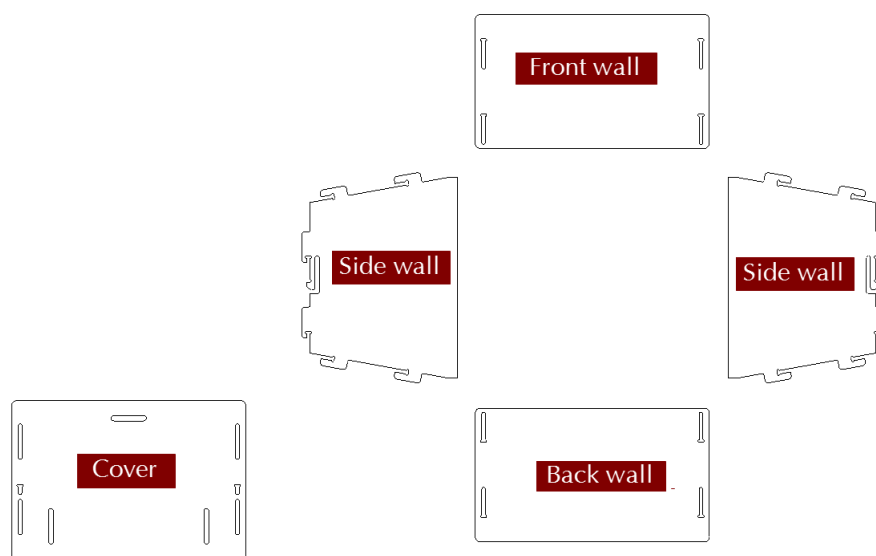
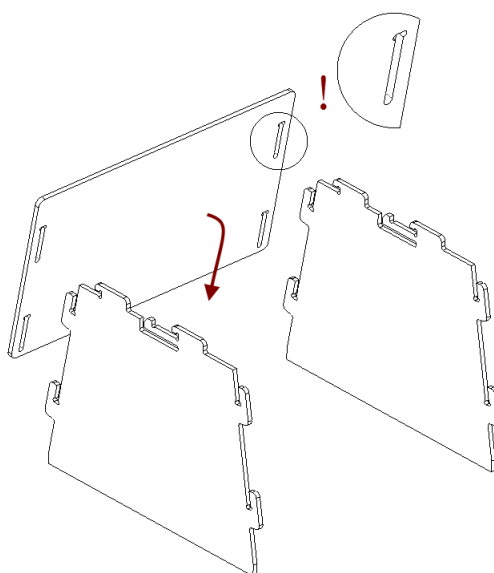
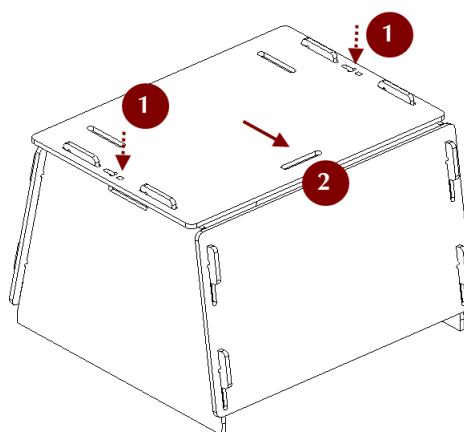

Рис. 11.13: Части подставки сканера
Рис. 11.14: Сборка передней стенки
Рис. 11.17: Защелкивание крышки
Подставка для сканера поставляется вместе со сканером Artec Spider в разобранном виде и состоит из пяти деталей (см. Рис. 11.13: двух боковых стенок, передней и задней стенок (фактически, двух одинаковых деталей) и крышки. Перед сборкой разложите эти детали, как показано на Рис. 11.13. Затем выполните следующие действия:
1. Поднимите две боковые стенки в вертикальное положение, как показано на Рис. 11.14. Обращая внимание на ориентацию Т-образных пазов, установите переднюю стенку на две пары крючков боковых стенок. Надавите на переднюю стенку и сдвиньте ее вниз до упора. Убедитесь, что все три стенки располагаются на одном уровне.
4. Надавите большими пальцами на крышку в районе Т-образных отверстий и сдвиньте ее в направлении к задней стенке до щелчка (см. Рис. 11.17).
Примечание: Чтобы разобрать подставку, освободите защелки в Т-образных пазах в крышке (см. Рис. 11.13), используя тонкий предмет, например, шариковую ручку. Затем повторите шаги сборки в обратном порядке (с Рис. 11.17 до Рис. 11.14) и с перемещением деталей в противоположных направлениях.